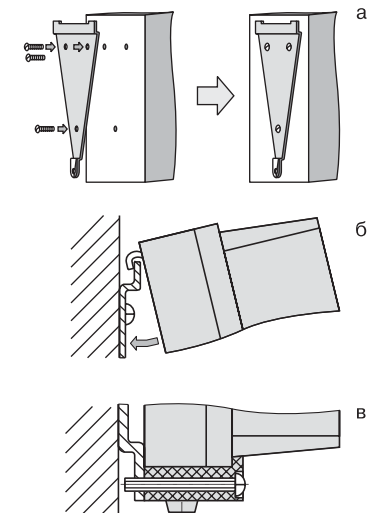

Рис. 11. Установка прибора настенного крепления
1. Закрепите кронштейн тремя винтами М4 на поверхности, предназначенной для установки прибора (см. *прил. А* и рис. 11, а).
2. Зацепите крепежный уголок на задней стенке прибора за верхнюю кромку кронштейна (рис. 11, б).
3. Прикрепите прибор к кронштейну винтом М4х35 из комплекта поставки (рис. 11, в).